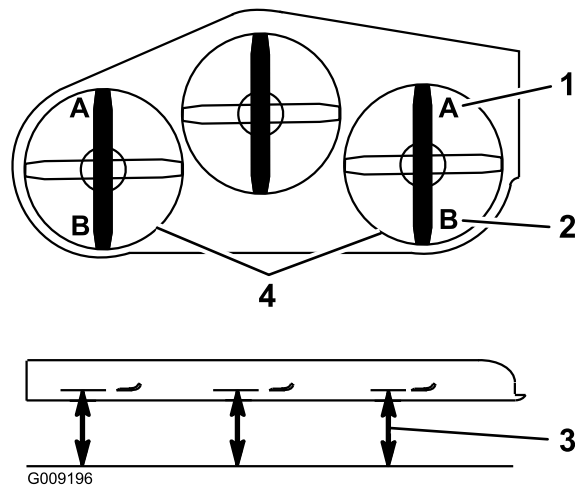

Figure 86
9. De chaque côté du tablier de coupe, mesurez la distance entre la surface plane et la pointe avant de la lame (position A). La distance obtenue doit être de 7,6 cm (3 po) (Figure 86).
15. De chaque côté du tablier de coupe, mesurez la distance entre la surface plane et la pointe arrière de la lame (position B). On doit obtenir un écart de 8,3 cm (3 1/4 po) (Figure 86).